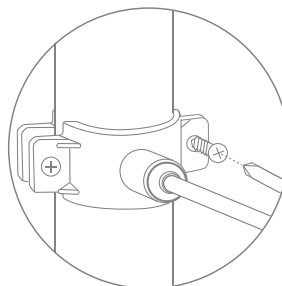

Рис. 28
- Прочно закрепите хомут (рис. 28) на дренажной линии с помощью винтов, одновременно совмещая отверстие в штуцере и дренажной линии (винты крепления необходимо затягивать равномерно, без перекоса, чтобы обе части хомута располагались параллельно).